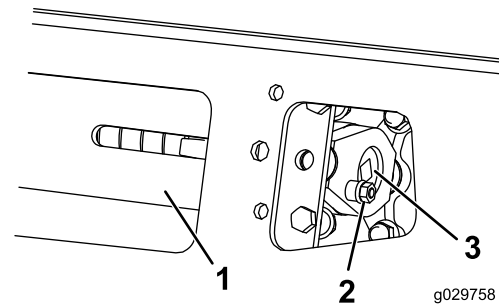
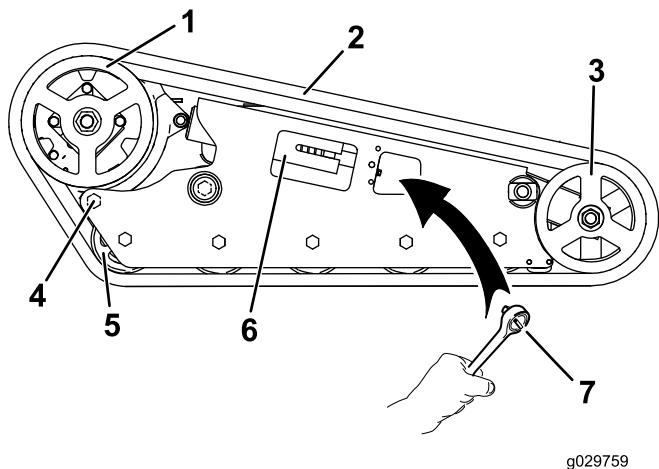

Figura 55
Figura 56
3. Retire el perno de bloqueo y la tuerca (Figura 55).
5. Alinee la muesca más próxima del tornillo tensor con el taladro del perno de bloqueo, y fije el tornillo con el perno de bloqueo y la tuerca (Figura 55).
3. Usando una llave de ½", alivie la tensión en la oruga girando el tornillo tensor en el sentido de las agujas del reloj (Figura 55 y Figura 56).
4. Afloje el perno trasero, cerca de la rueda motriz (Figura 56).
6. Cuando haya retirado la oruga de la rueda delantera, retírela del piñón de arrastre y de las ruedas de rodaje (Figura 56).
7. Empezando en el piñón de arrastre, pase la oruga nueva alrededor del piñón, asegurándose de que los dientes de la oruga encajen entre los espaciadores del piñón (Figura 56).
8. Empuje la oruga por debajo de y entre las ruedas de rodaje (Figura 56).